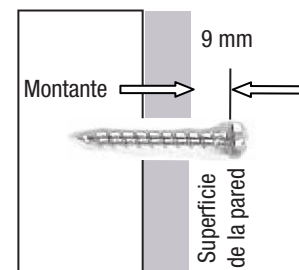

Figura 2
*NOTA:* Si los tornillos se atornillan directamente en el montante, perforo previamente los orificios de los tornillos con una broca de de 3 mm (1/8") y atornille sin utilizar anclajes, dejando que sobresalgan 9 mm de cada tornillo de la superficie de la pared, como se muestra en la **Figura 2**. (Diríjase al **PASO 3**)